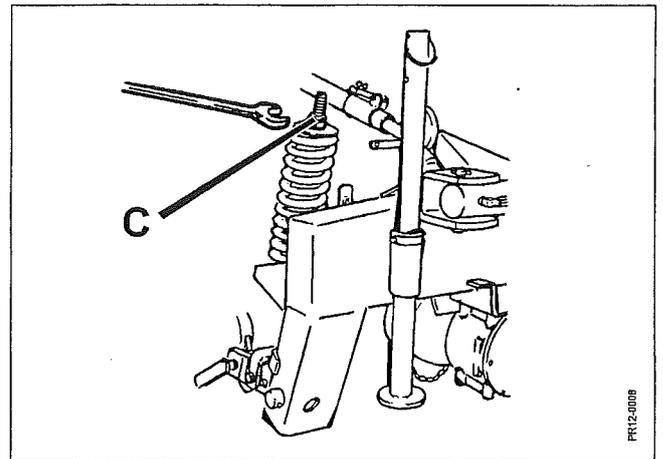

Fig. 3-18
- Fig. 3-18 Wenn die Entlastung eingestellt werden muß, so erfolgt dies mit der Spindel **C** an den großen Federn auf der linken Seite des Toprahmens.